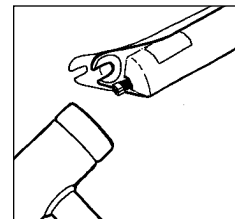

Fig. 5
3. Desserrez partiellement les boulons de tige avec une clé hexagonale de 6 ou 8 mm, donnez un coup ferme avec un maillet sur les boulons pour dégager les tiges du tube inférieur et retirez complètement les boulons (voir Fig. 5). De l'huile provenant du bain à huile ouvert s'écoulera du bas du tube inférieur lorsque vous retirerez les boulons de tige. Utilisez un bac pour récupérer l'huile.